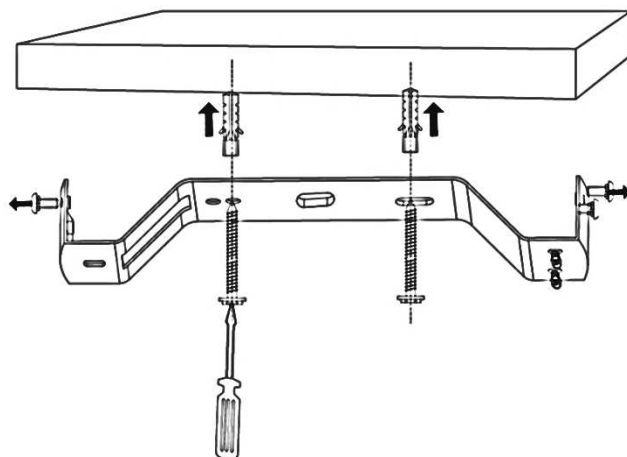

Fig. 2
- Verwijder de schroeven uit de ophangaak (Fig.2) en motorbeugel. Fig.3